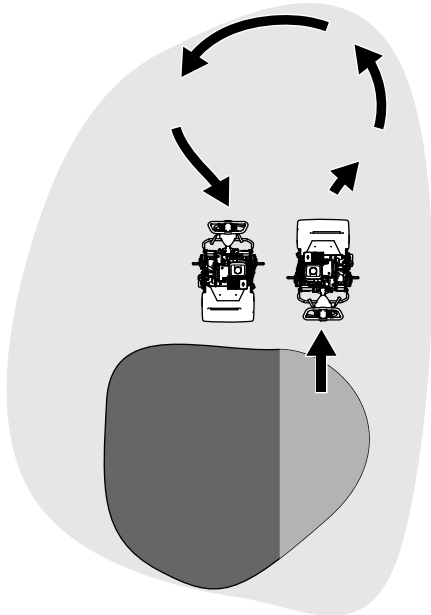

Bild 23
- Heben Sie die Mähspindel an (drücken Sie den Hebel nach unten) und wenden Sie auf der Antriebstrommel, wenn Sie die Maschine vom Grün fahren (Bild 23).
1. Den Antriebskupplungshebel am Getriebe (Bild 23) lokalisieren.